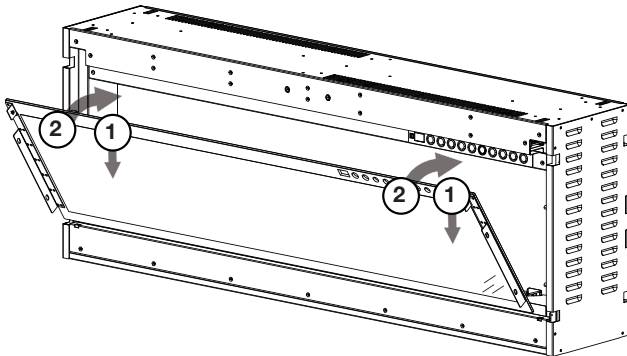

Fig. 4-1
- Demandez à deux personnes de soulever le verre avant. Installez le verre avant en plaçant le côté inférieur dans l'appareil et pivotez pour que le verre touche le panneau latéral (**Fig. 4-1**).